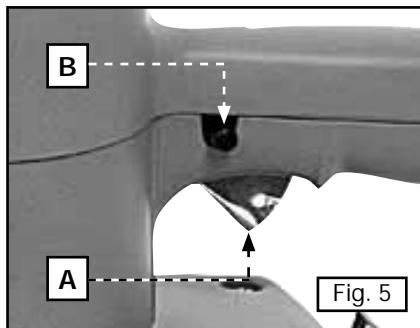

Fig. 5
Cette ponceuse est pourvue d'un interrupteur à gâchette (A) Fig. 5. Un bouton de blocage de l'interrupteur (B) Fig. 5, est situé sur le côté gauche de la poignée. On met le moteur en marche en appuyant sur la gâchette. On l'arrête en relâchant la gâchette. Commen-cez le moteur par diminuer le déclenchement. Arrêtez le moteur en libérant le déclenche-ment. Pour continuer le moteur exécutez sans tenir votre doigt sur le déclenche-ment, diminuez le déclenche-ment, enforcez sur le bouton de verrouillage et libérez le déclenche-ment. Pour relâcher le bouton de blocage, appuyez sur la gâchette et relâchez.